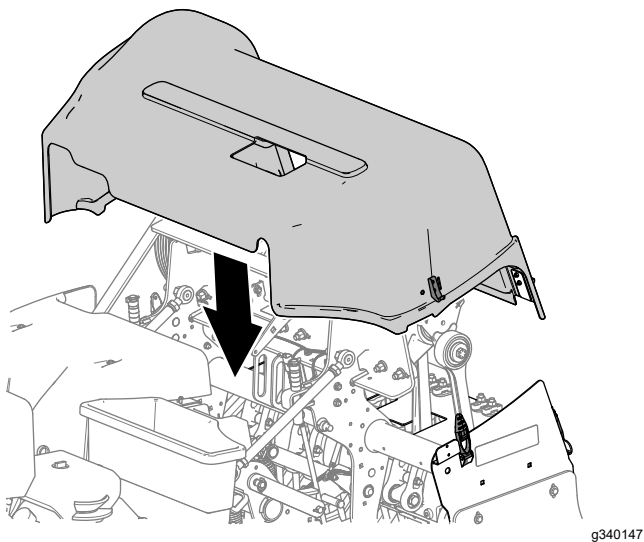

**Figura 151**
5. Levante la cubierta del cabezal de perforación de la máquina (Figura 151).